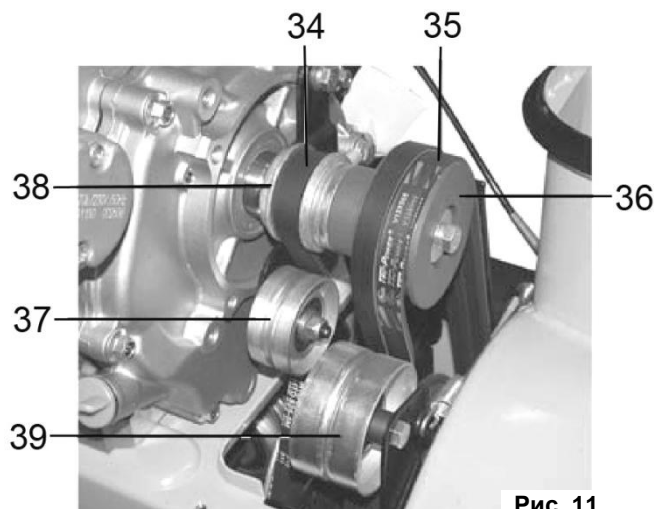

Рис. 11
- Ремни должны быть установлены без перекосов. Натяжение ремней (34; 35) происходит путем регулировки хода натяжных роликов (36; 37; 38; 39) (См. Рис.11).